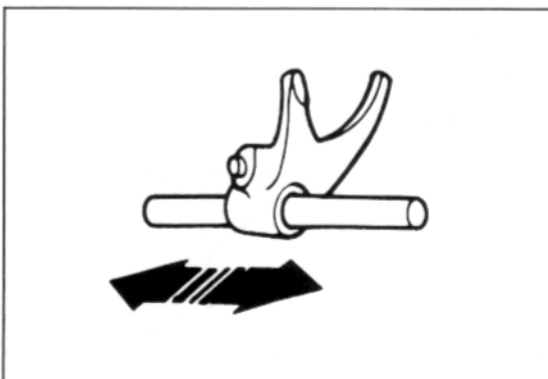

Bild 197
-  Schaltgabeln müssen auf Schienen reibungslos laufen. Siehe Bild 197.